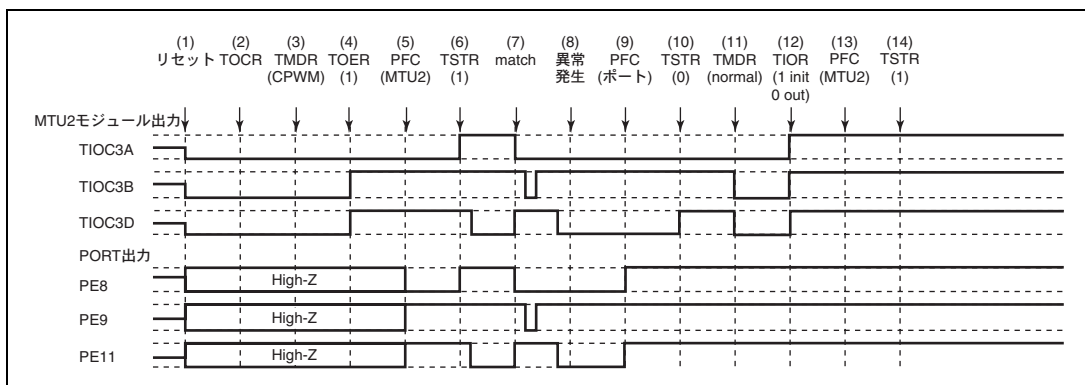

図 10.158 相補 PWM モードで異常が発生し、ノーマルモードで復帰する場合
相補 PWM モードで異常が発生し、再設定後ノーマルモードで再スタートする場合の説明図を図 10.158 に示します。
- (1) ~ (10) は図 10.158 と共通です。
- (11) PWM モード 1 を設定してください (MTU2 出力はローレベルとなります)。
- (12) TIOR で端子を初期化してください (PWM モード 1 では TIOC*B 側は初期化されません)。
- (13) PFC で MTU2 出力としてください。
- (14) TSTR で再スタートします。
- (11) PFC で MTU2 出力としてください。
- (12) TSTR で再スタートします。
- (13) コンペアマッチの発生により相補 PWM 波形を出力します。
(24) 相補 PWM モードで動作中に異常が発生し、相補 PWM モードで新たに再スタートする場合の動作
- (11) ノーマルモードを設定し新しい設定値を設定してください（MTU2 出力はローレベルとなります）。
- (12) TOER でチャンネル 3、4 の出力を禁止してください。
- (13) TOCR で相補 PWM モードの出力レベルと周期出力の許可禁止を選択してください。
- (14) 相補 PWM を設定します。
- (15) TOER でチャンネル 3、4 の出力を許可してください。
- (16) PFC で MTU2 出力としてください。
- (17) TSTR で再スタートします。
- (11) ノーマルモードを設定してください (MTU2 出力はローレベルとなります)。
- (13) TOCR でリセット同期 PWM モードの出力レベルと周期出力の許可禁止を選択してください。
- (14) リセット同期 PWM を設定します。
(26) リセット同期 PWM モードで動作中に異常が発生し、ノーマルモードで再スタートする場合の動作